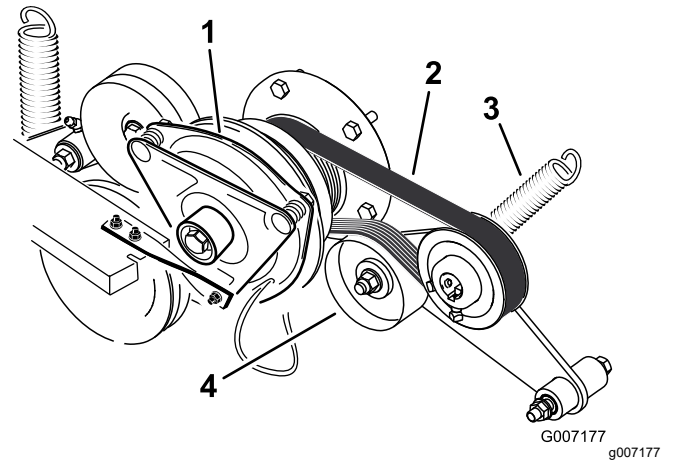

Figure 89
3. Décrochez le ressort du bras de la poulie de tension (Figure 89).
4. Montez la courroie neuve sur les poulies du moteur et des pompes hydrauliques (Figure 89).
6. Raccrochez le ressort au bras de la poulie de tension (Figure 89).